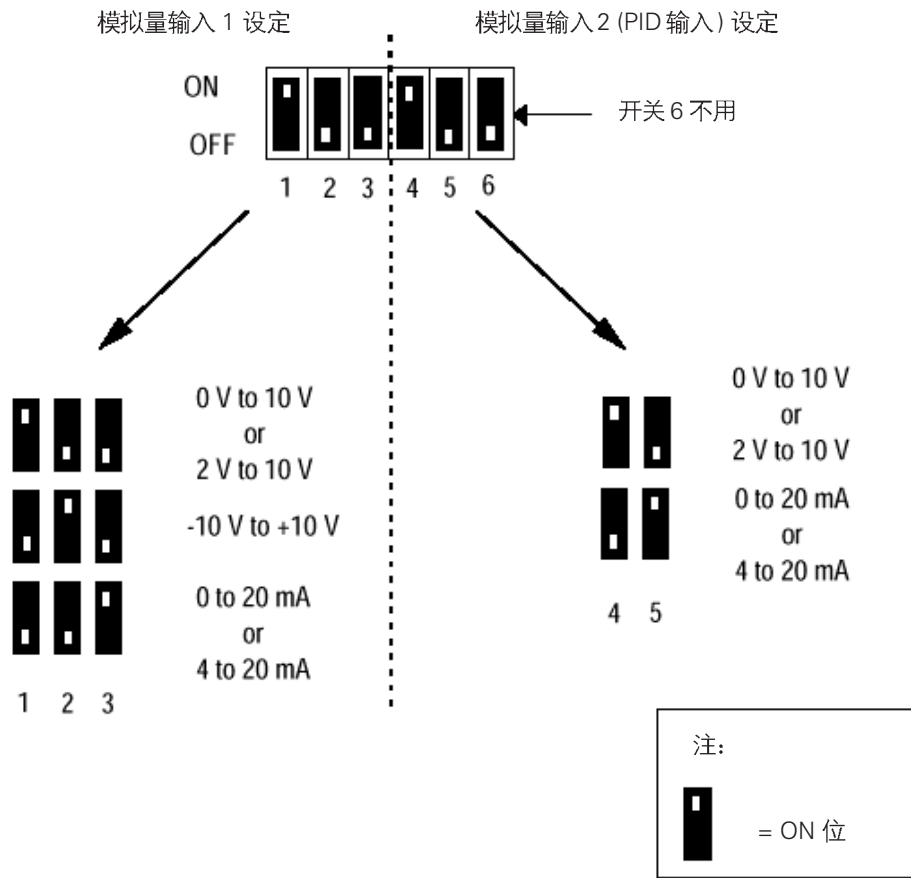
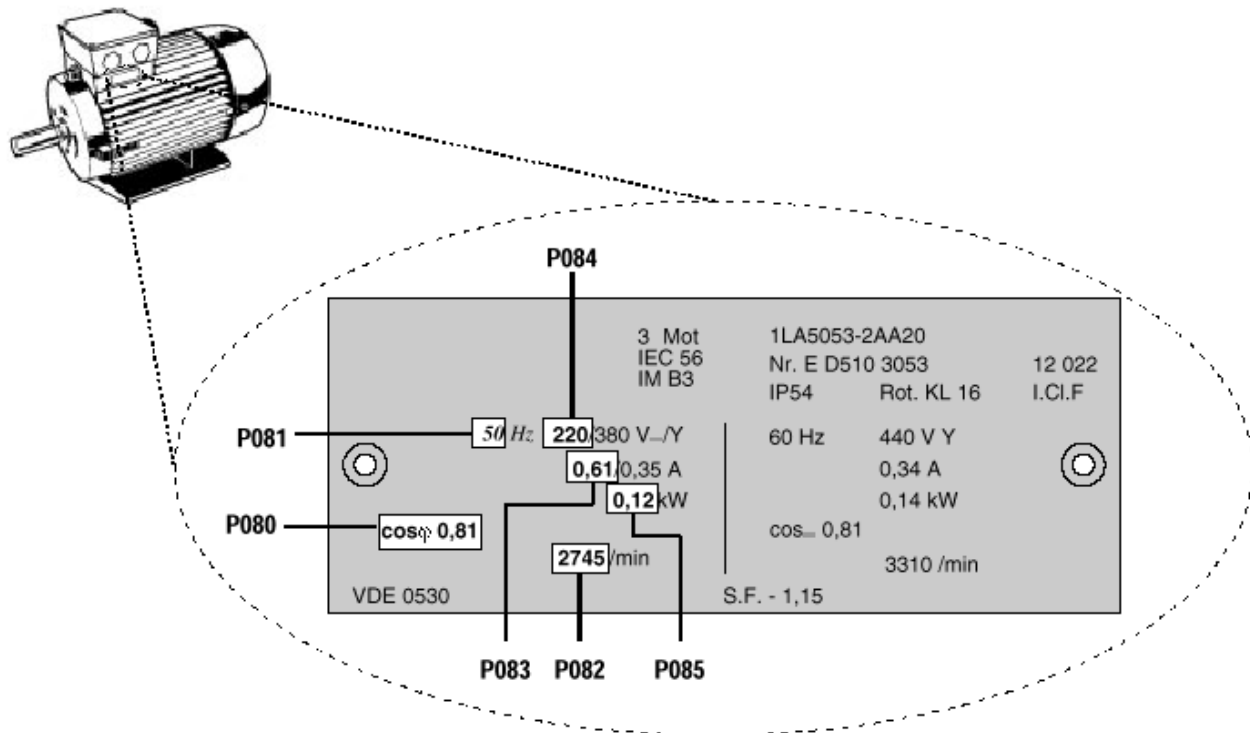

图 16: DIP 选择开关
图 17: 电机额定铭牌示例
DIP 开关可选择模拟量输入为电压(V)或电流(I),也可选择 PID 反馈信号为电压或电流(参见图 16:DIP 选择开关)。这些开关只有在完成下列步骤后才可被操作:
- (1) 本变频器设有主电源开关，主电源一接上变频器即通电。变频器处于输出禁止的等待运行状态，直到按下 RUN 键或通过端子5 (右转工厂设定)，端子6 (左转工厂设定) 给出运转信号。—参见参数 P051-P055 和 P356。
- (2) 如果显示值选择为输出频率 (P001 = 0)，当变频器停止时，相应的设定值大约每 1.5 秒闪显一次。
- (3) 变频器的出厂设定是根据西门子标准电机的标准应用设置的。当使用其它品牌的电机时，需将电机铭牌上的额定参数输入到 P080 至 P085 中 (参见图 17)。注：只有当 P009 被设定为 002 或 003 时，才能访问这些参数。
- (1) 将一个简单的启/停开关将端子 9 和 5 连接起来。这样变频器为顺时针旋转运行状态 (出厂设定值)。
- (2) 固定好所有的盖板并接通变频器主电源。将参数 P009 设为 002 或 003, 使所有的参数可以被调整。
- (3) 将参数 P006 设定为 000, 定义为开关量控制。
- (4) 将参数 P007 设为 000, 定义为开关量输入 (即此时为 DIN1 (端子 5)), 并使前面板控制无效。
- (5) 将 P005 设置为所需要的频率。
- (6) 将电机额定铭牌上的数据对应地输入到 P080 至 P085。(参见图17)
- (3) 将设置模拟量输入 1 的 DIP 选择开关 1, 2 和 3 设为电压 (V) 输入 (见 4.1.2 节图 16)。
- (4) 固定好所有盖板并接通变频器的主电源。将参数 P009 设为 002 或 003, 使所有的参数可以被调整。
- (5) 将参数 P006 设定为 001, 即为模拟量控制。
- (6) 设置参数 P007 为 000, 即为数字量输入 (即此时为 DIN1 (端子 5)), 并使前面板控制无效。
- (7) 通过参数 P021 和 P022 设置最小和最大输出频率。
- (8) 将电机额定铭牌上的数据对应地输入到 P080 到 P085 (参见图 17)。